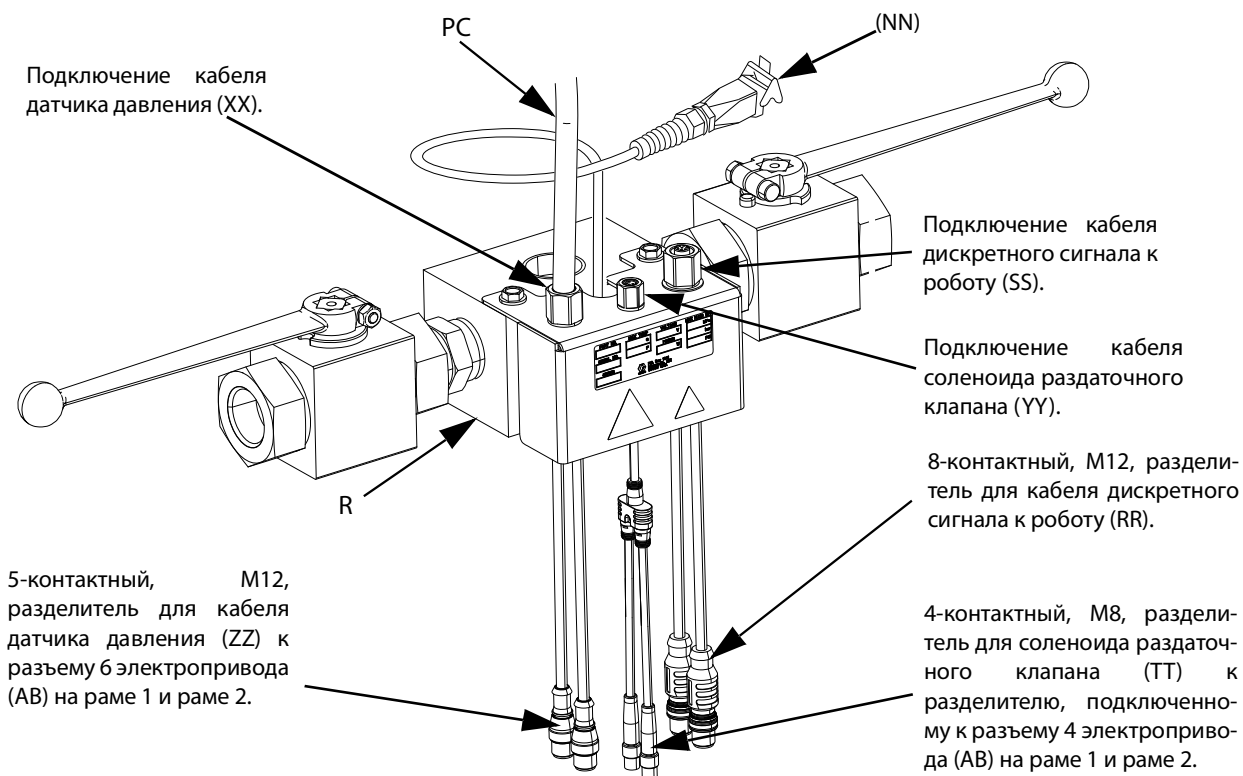

Рис. 29
- При использовании одиночной системы дозирования и нанесения на раме iQ присоедините кабель датчика давления (PC) от раздаточного клапана (B) к разъему 6 на электроприводе (AB). См. **Соединения электропривода** для одиночных рам на стр. 18.
- Присоедините кабель датчика давления (PC) от раздаточного клапана (B) к разделителю кабеля датчика давления клапана tandemного блока. См. Рис. 29.
- Подключите один штыревой конец 5-контактного кабеля-разделителя датчика давления M12 (ZZ) на tandemном блоке (R) к разъему 6 на электроприводе (AB) рамы 1. Второй штыревой конец подключается к разъему 6 рамы 2. См. **соединения электропривода** для **Тандемная рама** на стр. 19.